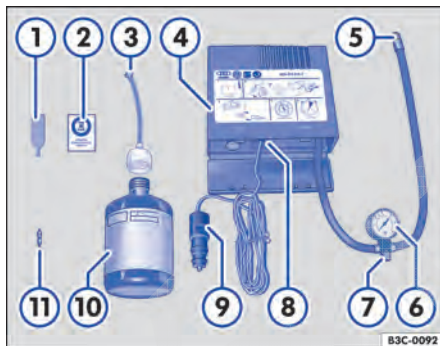

Fig. 242 Representação esquemática: componentes do kit de reparo dos pneus.
O kit de reparo dos pneus encontra-se no compartimento de bagagem sob o revestimento do assoalho. Ele é composto pelos seguintes componentes ⇒ Fig. 242:
- Colar a etiqueta adesiva ⇒ Fig. 242 ② do kit de reparo dos pneus no campo visual do condutor no painel de instrumentos.
- Com a chave para remoção do elemento da válvula ⇒ Fig. 242 ①, desrosquear o elemento da válvula do pneu e colocá-lo sobre uma superfície limpa.
- Agitar a garrafa para enchimento dos pneus ⇒ Fig. 242 ⑩ algumas vezes com força.
- Rosquear a mangueira de enchimento ⇒ Fig. 242 ③ com firmeza no sentido horário sobre a garrafa para enchimento dos pneus. A película na tampa é perfurada automaticamente.
- Remover a vedação da tampa da mangueira de enchimento com bujão ⇒ Fig. 242 ③ e introduzir a extremidade aberta totalmente na válvula do pneu.
- Rosquear novamente o elemento da válvula com a chave para remoção do elemento da válvula ⇒ Fig. 242 ① na válvula do pneu.
- Rosquear a mangueira de enchimento dos pneus ⇒ Fig. 242 ⑤ do compressor de ar com firmeza na válvula do pneu.
- Verificar se o parafuso de sangria de ar ⇒ Fig. 242 ⑦ está fechado.
- Encaixar o conector do cabo ⇒ Fig. 242 ⑨ em uma tomada 12 V do veículo ⇒ Página 185.
- Ligar o compressor de ar com o interruptor LIGA-DESLIGA ⇒ Fig. 242 ⑧.
- Deixar o compressor de ar funcionar até atingir 2,0 – 2,5 bar (29 – 36 psi / 200 – 248 kPa) ⇒ . **Tempo de funcionamento máximo de 8 minutos** ⇒ ①.
Reconectar a mangueira de enchimento do pneu ⇒ Fig. 242  e ler a pressão de enchimento do pneu no indicador da pressão dos pneus ⇒ Fig. 242 .